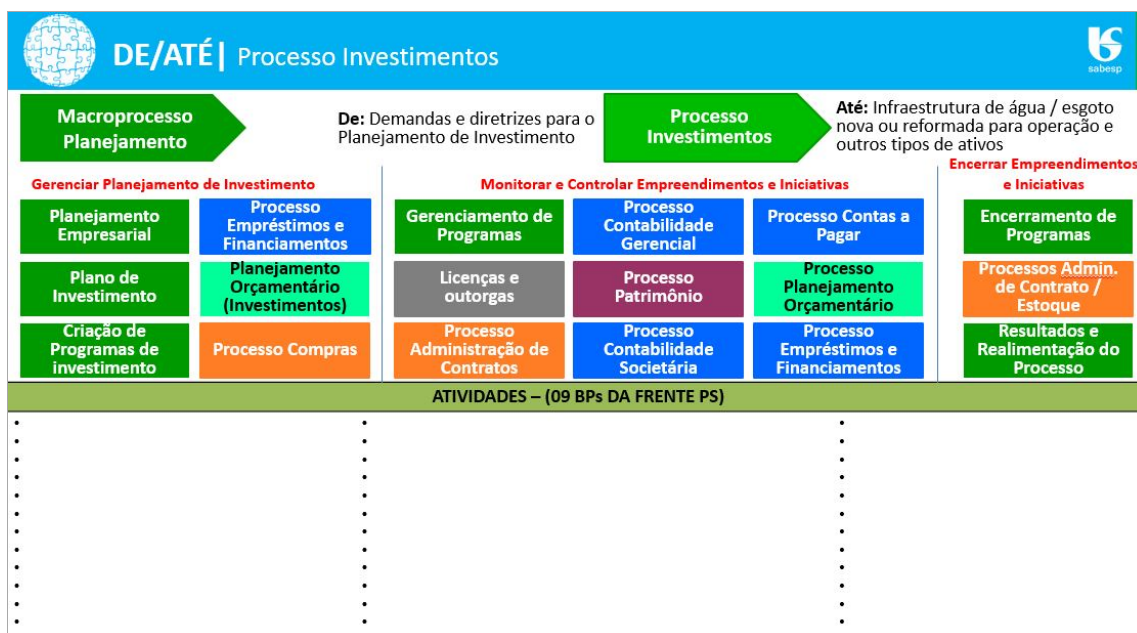

Figura 6: Visão “DE-ATÉ” do Processo Investimentos
- Realização de *workshops* de validação dos processos com as lideranças das Frentes Funcionais do Projeto, com a apresentação da visão “De-Até” de cada processo. Na Figura 6, está apresentada a visão “De-Até” do Processo Investimentos;